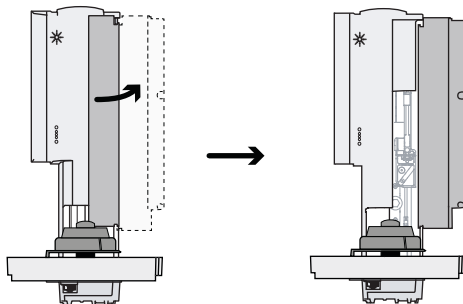

Figure 58 Ouvrez la porte de l'ALS
- 1 Ouvrez la porte de l'ALS (Figure 58).